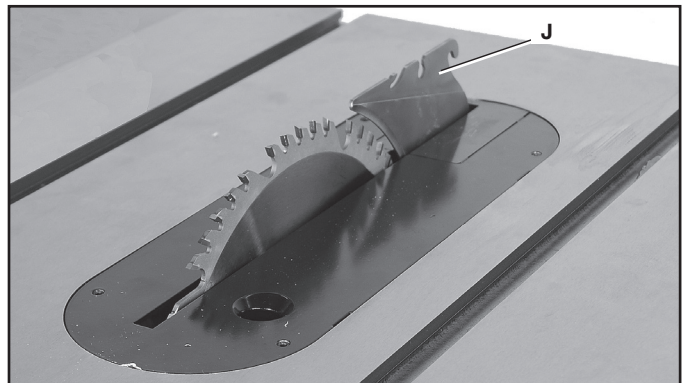
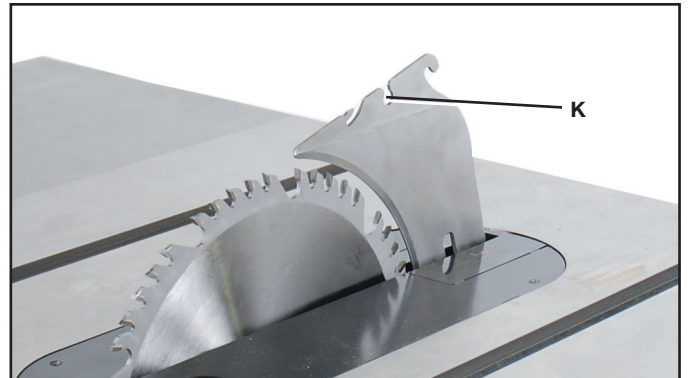

FIG. 9
FIG. 10
El hendedor (J) viene instalado en la posición hacia abajo (J), Fig. 9, o de cortes que no perforan completamente.
Para colocar los ensamblajes del dispositivo de antirretroceso y el protector de la hoja, el hendedor debe estar en la posición hacia arriba, como se muestra en la Fig. 10. (Consulte la sección **Operación y Ajuste Del Hendedor** para saber cómo levantar y bajar el hendedor).
1. Localice el orificio de montaje del dispositivo de antirretroceso (K), Fig. 10, en la parte superior del hendedor (J), Fig. 9.